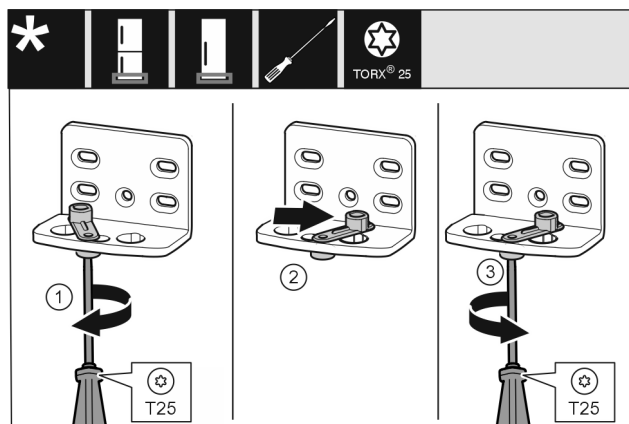

Fig. 12
- ▶ Vijake rahlo privijte z izvijačem T25. Fig. 12 (1)
- ▶ Pripomoček za zapiranje vrat dvignite in v izvrtini zavrtite za 90° v desno. Fig. 12 (2)
- ▶ Trdno privijte vijak z izvijačem T25. Fig. 12 (3)